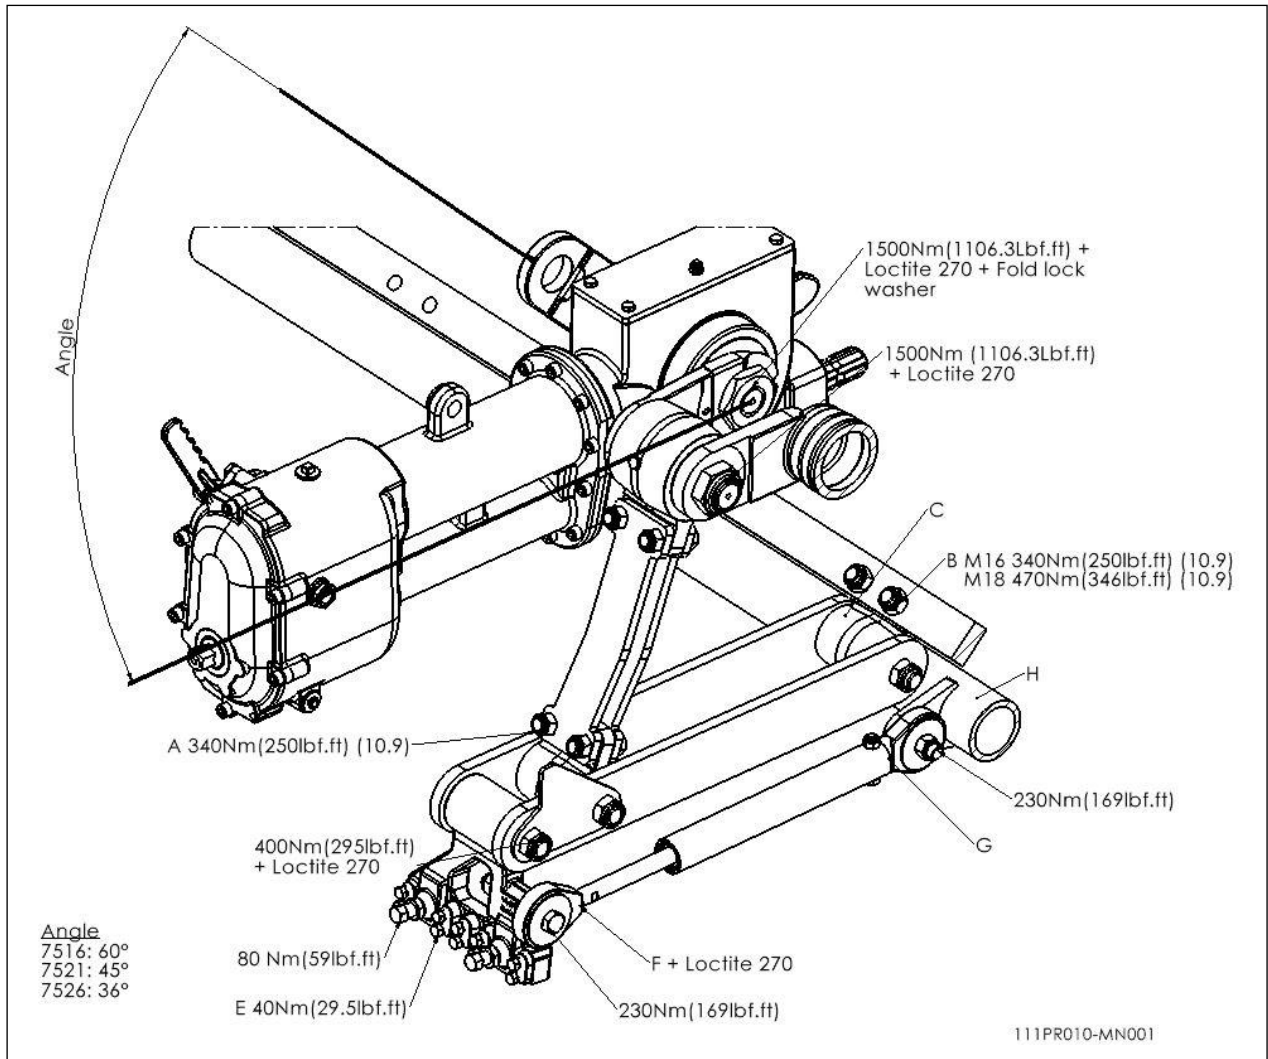

Fig. 8
In Abb. 8. sind die Drehmomenteinstellungen der wichtigsten Schraubenbolzen/Muttern aufgeführt. Überzeugen Sie sich davon, daß die Schraubenbolzen und Muttern, für die diese Einstellungen nicht genannt werden, ebenso angezogen werden wie vergleichbare Schraubenbolzen und Muttern. Wenn sich Schraubenbolzen und Muttern lösen, können Sie mit Loctite gesichert werden.
6. Nachdem Sie die Kurbel/das Lager zurückgesetzt haben, bauen Sie die Teile in derselben Reihenfolge des Ausbaus wieder ein. Verwenden Sie entsprechend den Angaben in Abb. 8 Loctite.